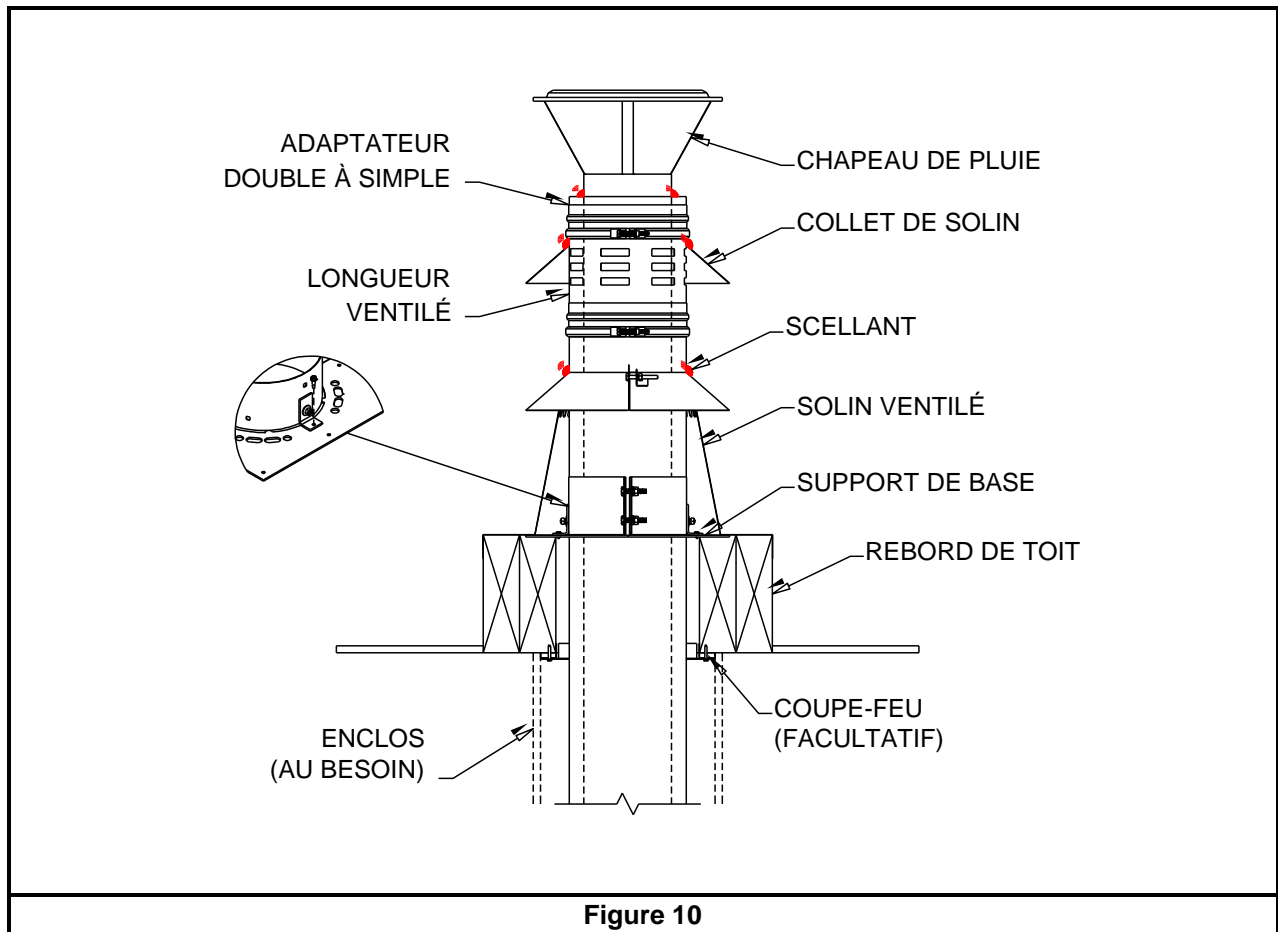

Figure 10
9. Installez le solin de toit adapté à la pente du toit. Il faut utiliser un solin ventilé pour un toit combustible. Scellez le solin sur le toit avec de l'enduit à couverture ou un scellant silicone. Placez un collet de solin par-dessus l'évent et le solin, ainsi que par-dessus la longueur ventilée pour recouvrir les ouvertures ventilées. Serrez les collets bien en place. Scellez le joint entre l'évent et les collets de solin avec un scellant silicone (voir **Figure 10**).